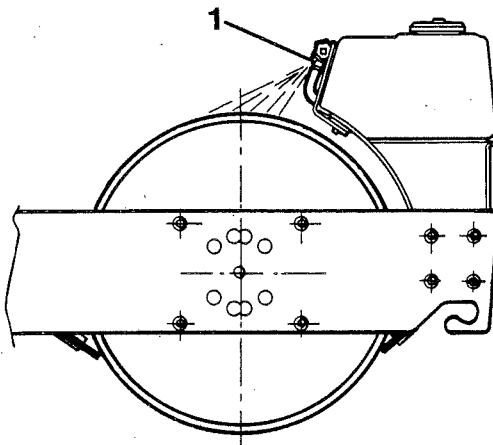

Fig 8 Vattentank
- 1 Stäng tankkranen (2) och lossa silhuset (1). Är vattnet grumligt eller trögflytande - rengör filterhuset och insatsen med vatten.
- 2 Kontrollera att sprinklermunstyckena (1, fig 8) inte är igensatta. Rensa om erforderligt.